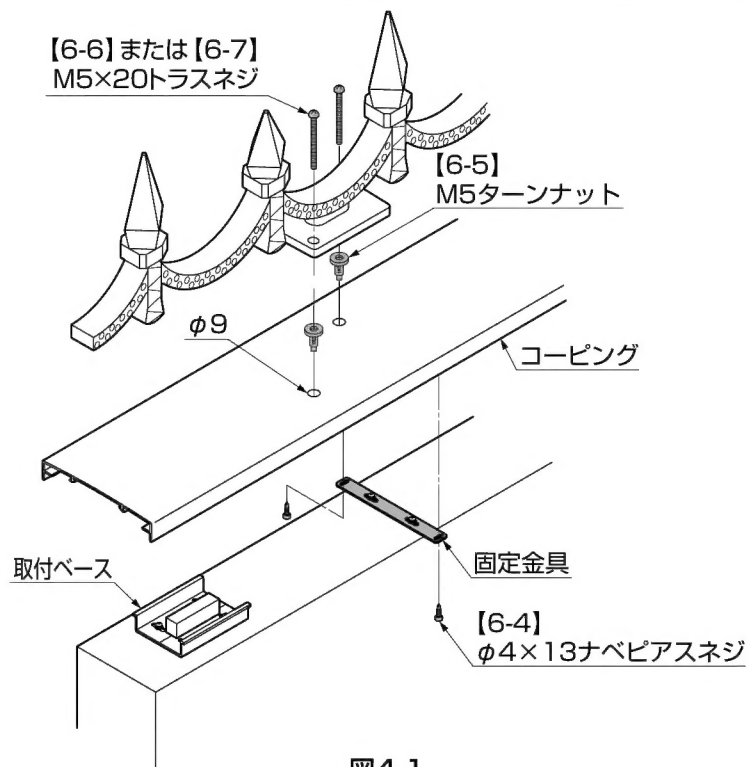

図4-1
- ④孔に[4-2]を差し込んで[4-3]で後付部品を固定してください。T-1の場合は孔に[6-5]を差し込んで本体ベース部分を[6-6]または[6-7]で固定してください。(図4-1参照)